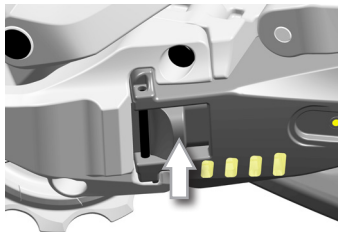
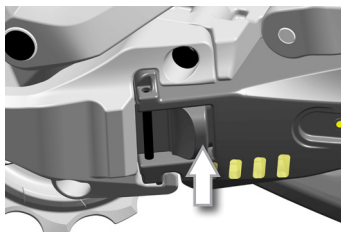

Fig.5
Fig.6
- Trave a bateria no lugar deslizando o botão de travagem até que entre em contacto com o pivô (Fig. 5/Fig. 6).